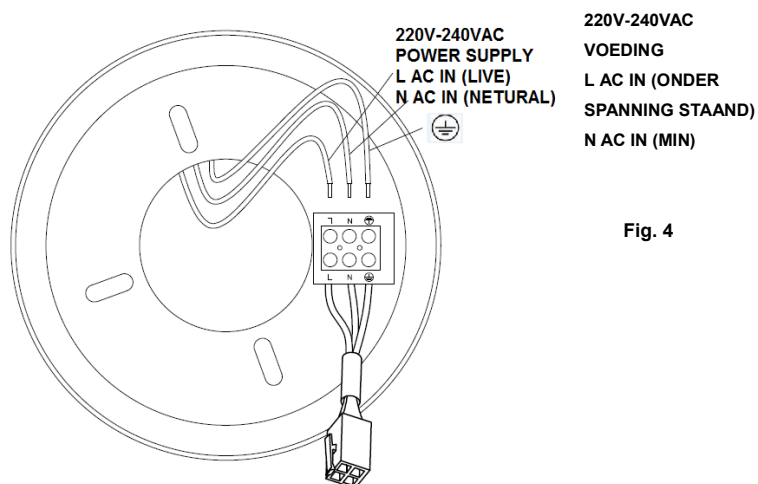

Fig. 4
- Gebruik het bedradingsschema hieronder om de ventilator verder aan te sluiten (Figure. 4).
VOORBEREIDING EN AANSLUITING VAN DE STROOMDRADEN --- BEDRADINGSSCHEMA (Fig. 4)